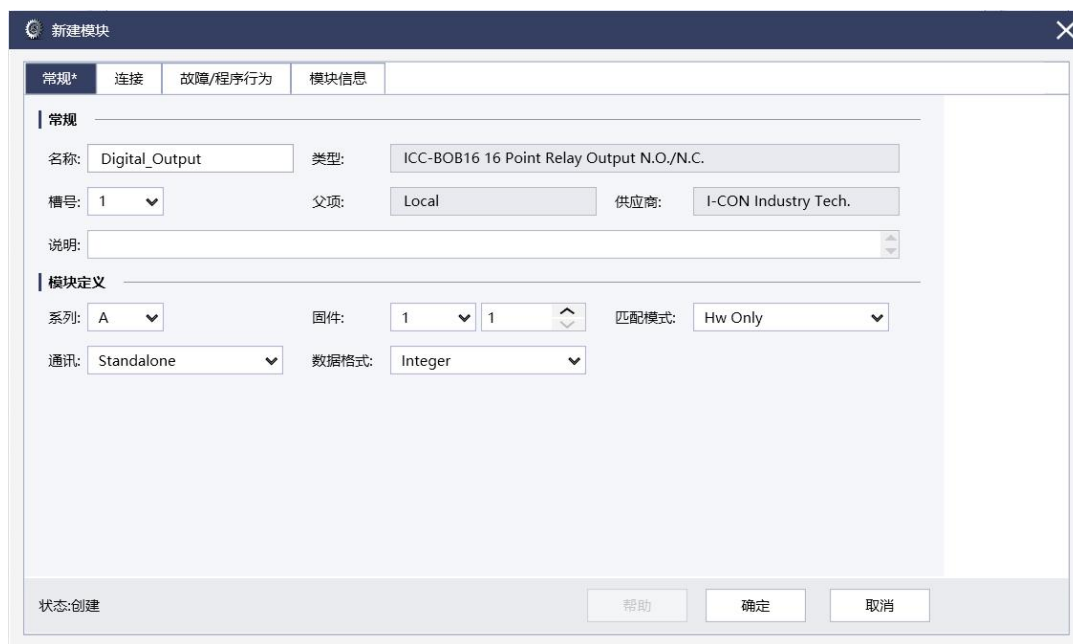

图 1-83 新建模块常规组态对话框
(3) 在弹出的 *新建模块* 窗口 *常规* 页面，输入模块的名称和选择所在槽位，模块定义部分定义了该模块的系列、固件以及电子锁匹配模式，如图 1-83 所示。